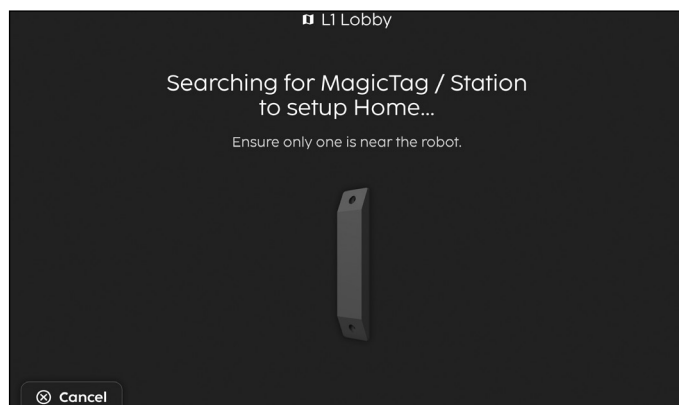

Figure 26
4. Pendant le processus d'appairage (**Fig. 26**) entre la machine et le MagicTag, assurez-vous qu'un seul MagicTag se trouve à moins de ~30 cm de la machine.